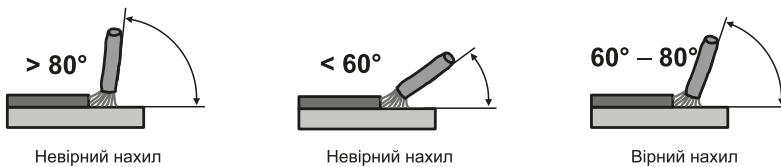

Рисунок 5. Кут розташування електрода із покриттям до деталі під час ручного дугового зварювання («ММА»).
1. Для отримання міцного зварювального з'єднання, крім правильного вибору зварювального струму, необхідно забезпечити правильне положення електрода до поверхні зварювання. Кут нахилу електрода бажано встановлювати у 60° – 80° (рис. 5). Занадто великий кут нахилу електрода веде до пористого зварювального шва, а занадто малий – до утворення великої кількості бризок металу й дуга стає нестійкою.